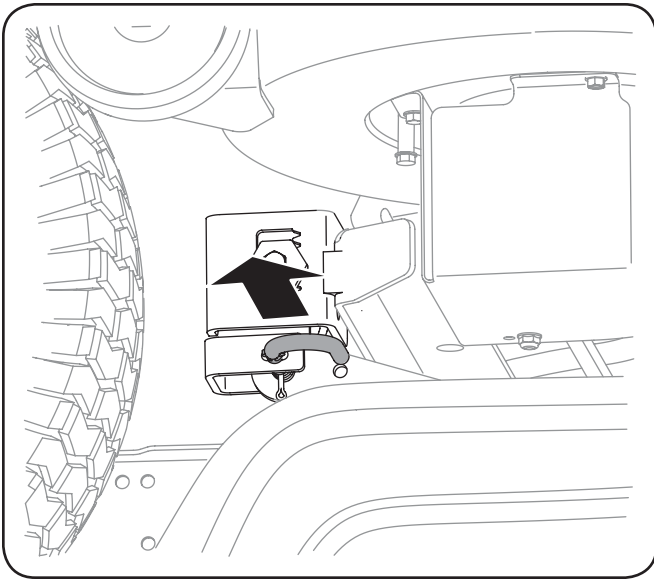

Figure 7-3
5. Sortez la goupille de support du plateau de coupe pour dégager le plateau de la tringle de relevage. Voir la Figure 7-3.